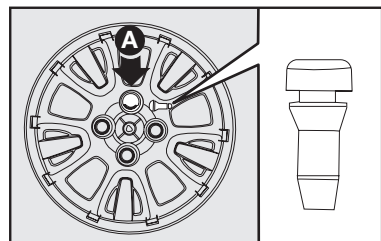

fig. 9
8) Coloque a presión la taza de la rueda en la llanta, haciendo coincidir el símbolo , grabado en el interior de la taza, con la válvula de inflado; de esta forma, el orificio más grande del embellecedor (si está equipado) **A-fig. 9** pasará a través del tornillo colocado anteriormente.